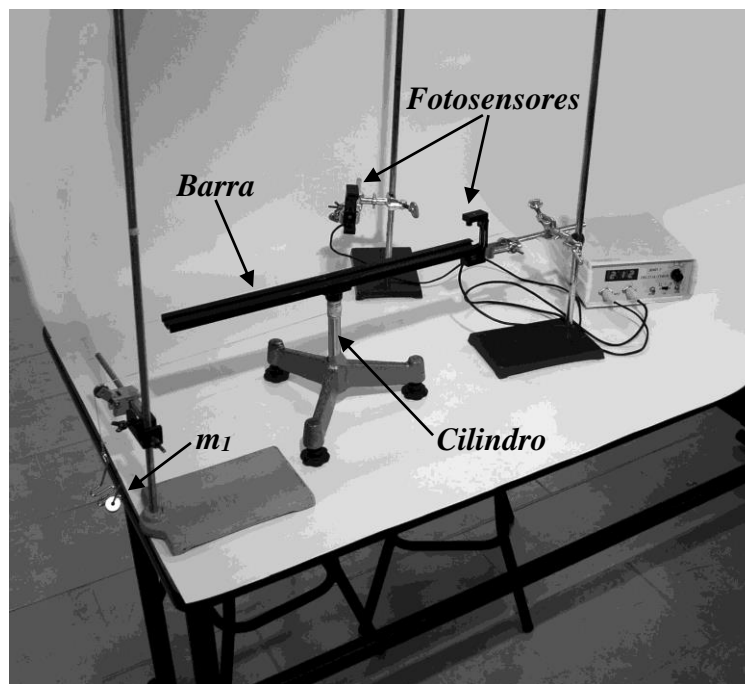
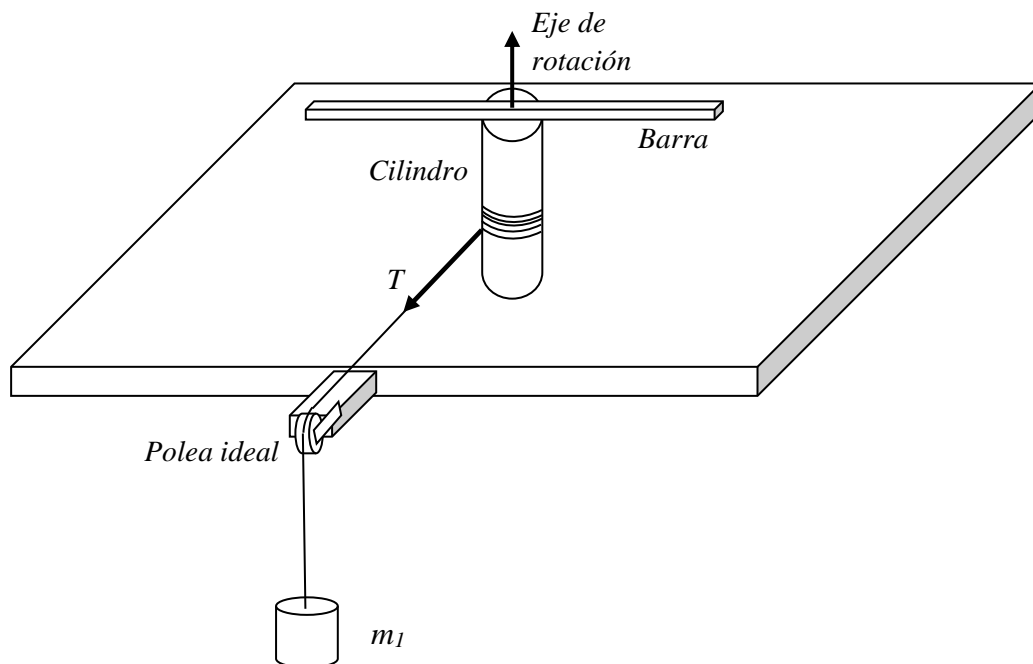

Figura 1. Montaje.
Figura 2. Esquema simplificado del montaje.
En un sistema rotante como el ilustrado en la figura 1, el cuerpo de masa  $m_1$  está atado al cilindro mediante una cuerda ligera enrollada en el cilindro vertical. La cuerda pasa por una polea pequeña que consideraremos ideal. También se considera ideal la rotación del cilindro, como si en su eje no hubiera fricción. El sistema se suelta desde el reposo, mientras el bloque de masa  $m_1$  desciende y el sistema rotante cilindro-barra empieza a aumentar su rapidez angular con aceleración angular constante, esta última es consecuencia de que se asumiera una situación de trabajo ideal, sin pérdidas de energía por fricción en los ejes ni por rozamiento con el aire ni otros factores, como se esboza en la figura 2.
1. Realice el montaje experimental mostrado en la figura 1, teniendo en cuenta que el bloque de masa  $m_1$  debe ser superior a 300g, esto es con el fin de que el sistema se acelere eficientemente para nuestros propósitos (el docente debe verificar que todos los grupos de trabajo usen masas diferentes y que tomen medidas de ángulos diferentes). Tenga en cuenta que debe poner una mano para detener la barra apenas pase por el segundo sensor, pues si no lo hace su medida de tiempo se dañará ya que si se permite a la barra pasar de nuevo activará los sensores y se perderá la medida. Mida la masa  $m_1$ , la cual se debe medir incluyendo el porta-pesas en la balanza. La masa de la barra  $m_B$  y la masa del cilindro solo  $m_C$  fueron tomados en el laboratorio. Anote estos datos en la tabla 1, junto con las medidas del radio del cilindro  $R_C$  (el radio mayor) y la longitud de la barra  $L$ , todos con sus unidades en el sistema internacional.